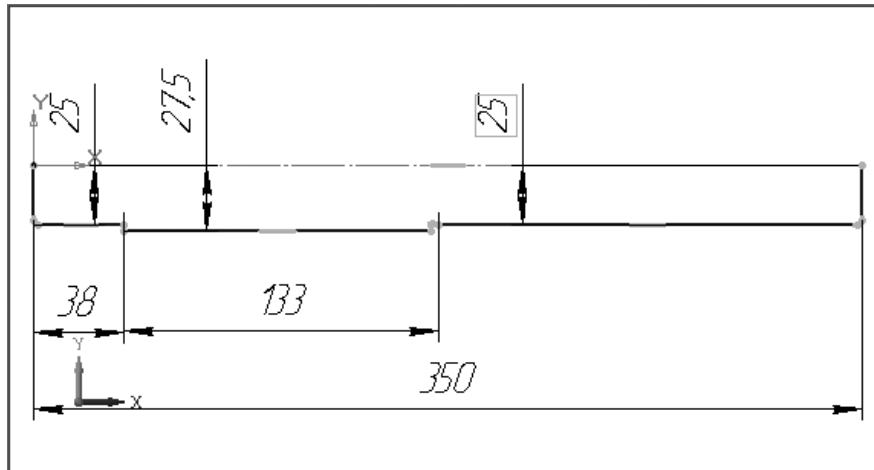

Рис. 2.53. Эскиза вала в режиме построения эскиза с проставленными размерами
Аналогичным образом проставляется размер для второй ступени вала. Окончательно размеры вала показаны на рис. 2.53.
В нашем примере длина второй ступени вала взята с эскиза по умолчанию и равна 133 мм (см. рис. 2.53), но она должна быть равна 130 мм.
- щелкните в контекстном меню по пункту **Редактировать эскиз**. Система перейдет в режим редактирования эскиза вращения. Появится исходный эскиз вала (см. рис. 2.53);